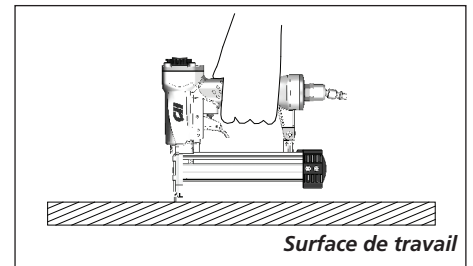

Figure 11
*Vérifier le fonctionnement du mécanisme de déclenchement de la pointe contact (PC) avant chaque utilisation. La PC doit se déplacer librement sans grippage à travers toute la distance de déplacement. Le ressort de la PC doit ramener la PC à sa position entièrement sortie après l'avoir enfoncé. Ne pas faire fonctionner la cloueuse si le mécanisme de déclenchement de la PC ne fonctionne pas correctement. Des blessures graves pourraient en résulter.*
2. S'assurer que la gâchette et la pointe de contact (PC) se déplacent librement vers le haut et vers le bas sans coller ou gripper.
5. Enfoncer la PC contre la surface de travail sans tirer la gâchette (Voir la Figure 11). La cloueuse **NE DOIT PAS ÊTRE EN MARCHE**. Ne pas utiliser l'outil s'il fonctionne sans tirer la gâchette. Des blessures pourraient en résulter.